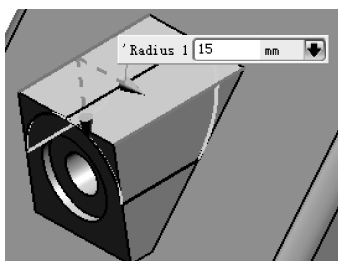

图 4-119 创建直径为 15 的圆角特征
- 28 使用【边倒圆】工具，选择如图 4-119 所示的边，倒出直径为 15 的圆角特征。